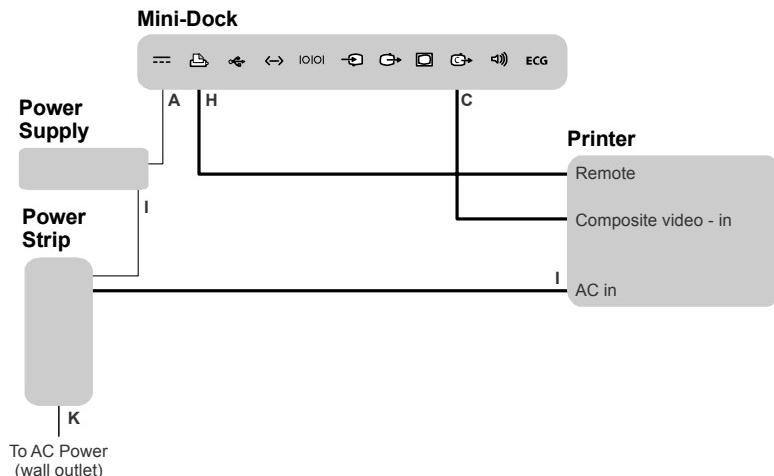

Figura 3 Collegamento del sistema e di una stampante sull'MDSm
Collegamento dei cavi	<p>1 Bloccare le rotelle e rimuovere il pannello posteriore.</p> <p>Per l'installazione di una stampante in bianco e nero o a colori di vecchia generazione potrebbe essere necessario spostare le viti rivestite nei fori posteriori.</p> <p>2 Assicurarsi che il cavo di alimentazione CC già predisposto (A) sia collegato alla mini-stazione e che il cavo di alimentazione CA preinstallato (I) sia collegato alla multipresa.</p> <p>3 Collegare i cavi. Vedere <a href="#">Figura 3</a> a pagina 11 e <a href="#">“Cavi, connettori e simboli sulla mini-stazione”</a> a pagina 16.</p> <ul style="list-style-type: none"> <li>• Cavo di controllo stampante già predisposto (H)</li> <li>• Cavo di alimentazione CA della stampante (I)</li> <li>• Cavo video composito già predisposto (C)</li> </ul> <p>4 Inserire il cavo di alimentazione del sistema (K) in una presa di corrente per uso ospedaliero.</p> <p>5 Installare il pannello posteriore (con le aperture in alto) facendo scorrere in alto il pannello e inserendolo in posizione.</p>